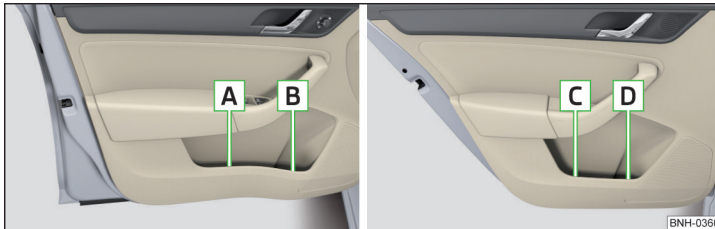

Abb. 61 Ablagefach: in der vorderen Tür / in der hinteren Tür
**Ablagefächer** » Abb. 61
Damit der Wirkungsbereich der Seitenairbags nicht beeinträchtigt wird, ist das Ablagefach **A** » Abb. 61 ausschließlich zum Ablegen von Gegenständen zu verwenden, die nicht herausragen.